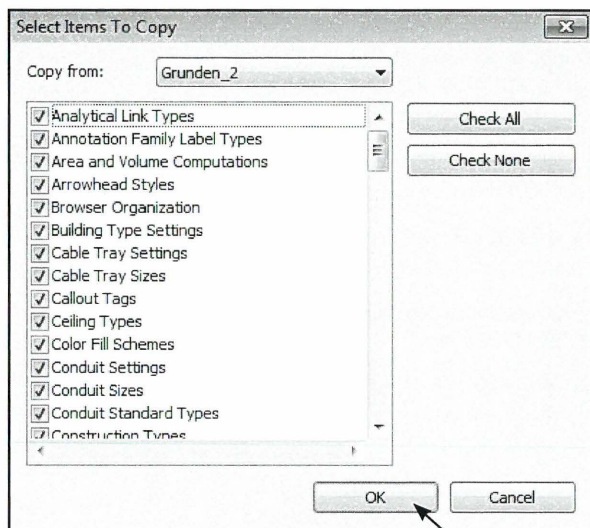

Fig. 02.02. Valg af hvilke elementer der skal overføres fra et Project til et andet.
- Bestem hvilke *System Families* der skal kopieres (Fig. 02.02). Klik *OK*.